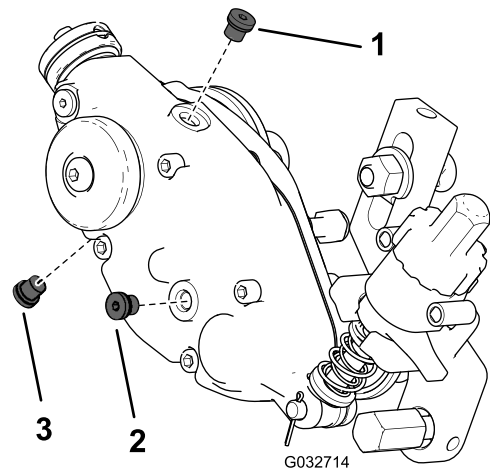

Bild 22
2. Entfernen Sie die Ablassschraube unten am Gehäuse (Bild 22).
3. Entfernen Sie die Ölstandschraube an der Seite des Gehäuses, um eine Öffnung für das bessere Ablassen des Öls zu schaffen (Bild 22).
7. Entfernen Sie die Füllschraube oben am Gehäuse (Bild 22).